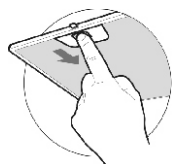

рис. 4
- снимите алюминиевый фильтр (рис. 4);
8.3 Для очистки алюминиевого фильтра извлеките его из вытяжки (рис. 4) и произведите очистку с помощью щетки горячим водным раствором нейтрального моющего средства вручную или в посудомоечной машине (при 60°C).
- перед установкой вытяжки снимите алюминиевый фильтр, для этого нажмите на пружинный замок на фильтре и потяните его вниз и на себя (рис. 4);